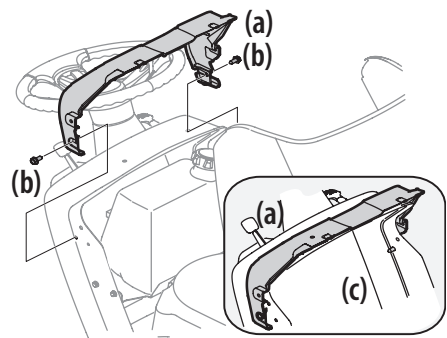

Figura 8
1. Si la cubierta del tablero de instrumentos (a) fue despachada suelta, los elementos de ferretería para fijar la cubierta del tablero de instrumentos (a) se despachan instalados en la cubierta del tablero de instrumentos (a). Extraiga los dos pernos (b) que sujetan la cubierta del tablero de instrumentos (a). Consulte la Figura 8.
2. Monte la cubierta del tablero de instrumentos (a) y alinee los orificios que están entre la parte superior del tablero de instrumentos y la cubierta del tablero de instrumentos. Consulte la Figura 8.
3. Fije la cubierta del tablero de instrumentos (a) al tablero (c) con los pernos (b) que retiró en el Paso 1. Consulte la Figura 8.